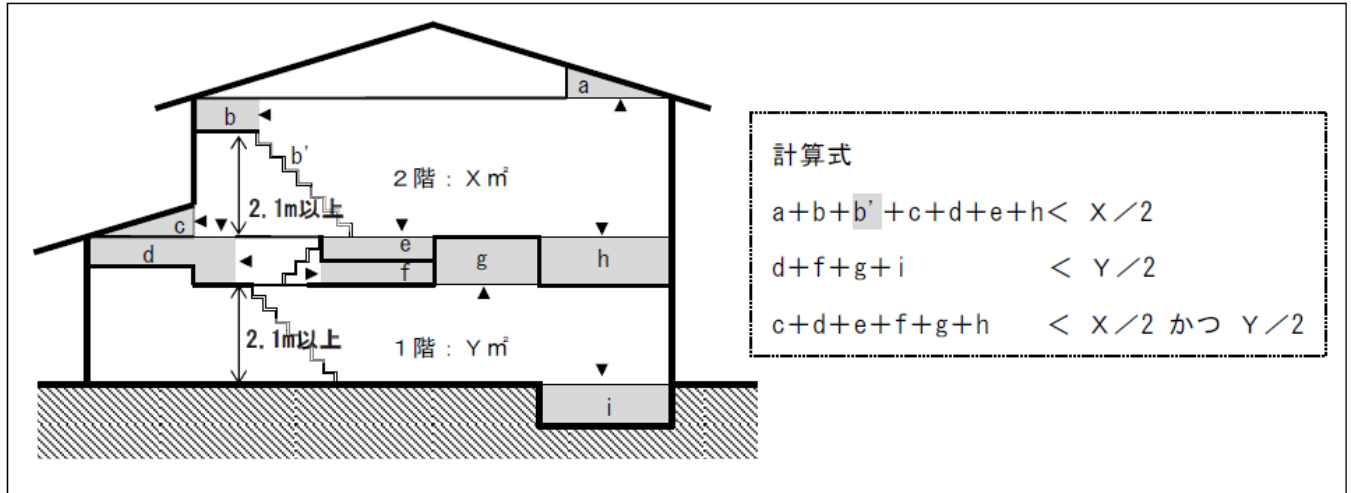

図6-3 小屋裏物置等を利用する階段等
(2) 小屋裏物置等を利用する階段等
- ① 小屋裏物置等を利用するためのはしご等の設置方法は、特定しない。
- ② 小屋裏物置等の利用にのみ供する固定階段を設置する場合
- イ 階段部分は、当該階段が設置される階の床面積に重複して算入せず、小屋裏物置等の水平投影面積に算入すること。(図 6-3)